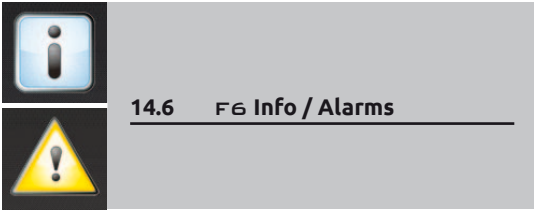

Fig. 314
- 5 Complete the job (Fig. 314).